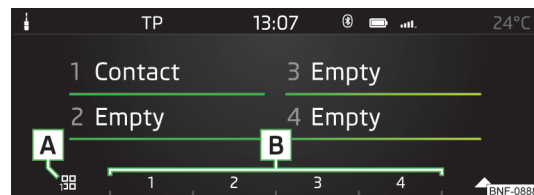

Fig. 112
➤ Tryk på funktionsknappen » Fig. 112 flere gange efter hinanden for at vælge den ønskede gruppe. ►
► Tryk på funktionsknappen til den ønskede kontakt [B] » Fig. 112 for at ringe op.